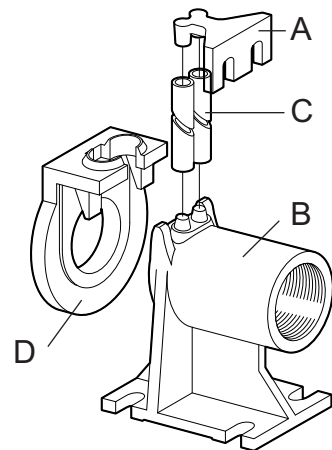

Fig. 7 Kopplingsfot
- Fäst förankringsbygeln för styrrören (fig. 7 - pos. A) i tankens kant.
- Placera stödfoten för automatisk förankring (fig. 7 - pos. B) på brunnens botten. Använd ett lod för att kontrollera att de koniska utstickan för anslutning av styrrören är helt lodräta i förhållande till motsvarande utstick på förankringsbygeln på tankens kant. Kontrollera även planheten med hjälp av ett vattenpass.
- Märk ut läget för hålen på stödfoten. Fastställ därefter styrrörens (fig. 7 - pos. C) exakta längd.
- Montera specialflänsen (fig. 7 - pos. D) med slid och skena på pumpens utloppsror. Haka fast vajern eller kedjan vid handtaget eller hålet upptill på pumphuset.